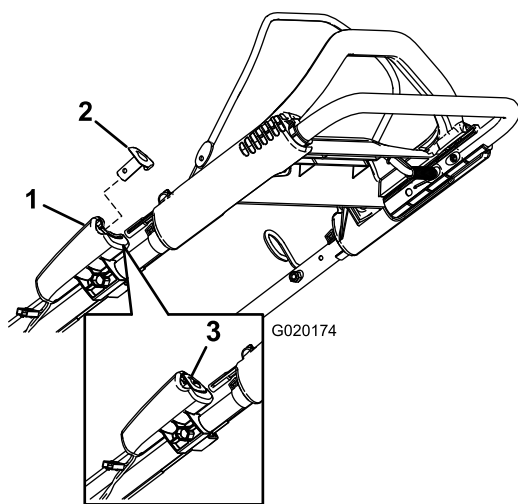

Figura 16
2. Premete il pulsante di avviamento elettrico fino a quando il motore non si avvia (Figura 16).
Nota: Se il pulsante di avviamento elettrico è stato rimosso, inseritelo nell'avviatore elettrico; fate riferimento a Figura 16.